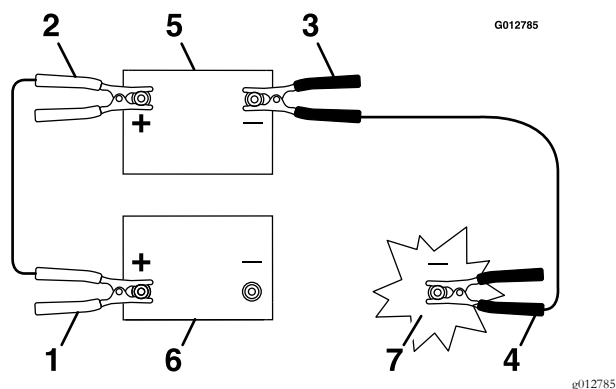

Figure 29
3. Connectez le câble positif (+) à la borne positive (+) de la batterie à plat qui est reliée au démarreur ou au solénoïde, comme montré à la Figure 29.